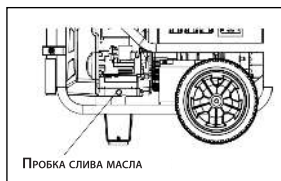

Рис. 14
- Найдите месторасположение маслосливной пробки (Рис. 14).